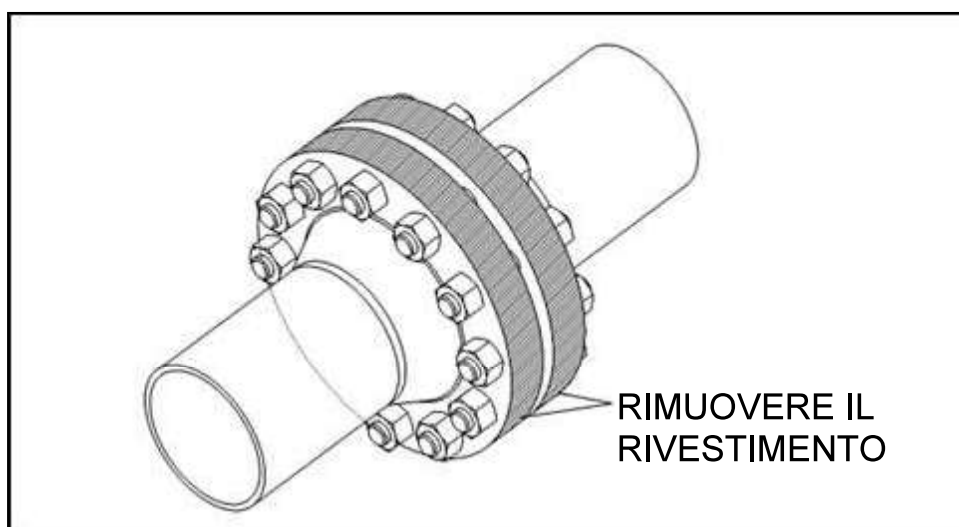

Figura 2
2. Rimuovere tutti i rivestimenti, la ruggine e la calamina dalla superficie della flangia dove le guarnizioni circonfenziali della PLIDCO Flange + Repair Ring entreranno in contatto con le flange (vedere Figura 2). Si preferisce una finitura quasi "bianca", come indicato nelle normative SSPC-SP10 / NACE No. 2. Più pulita è la superficie esterna, migliore sarà la tenuta. Le superfici sabbiare devono essere lucidate fino a ottenere una finitura liscia.